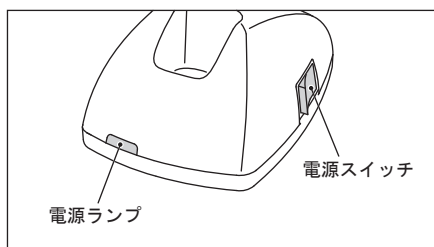

図 2
- 3) 電源スイッチを ON にします。このとき、電源ランプが点灯することを確認します。(図2)